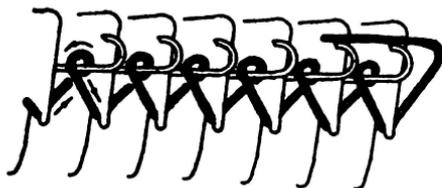

Рис. 4. Набор начального ряда обвитием
**Набор обвитием** (рис. 4, цветное фото 4), который в машинном вязании используется наиболее часто, вы-